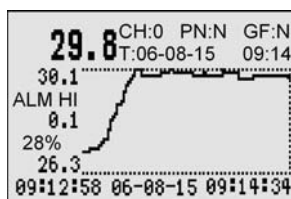

图 5.34
3.3.2.2 最大值：如图 5.34。该方式以测量值的最大值为关注重点，曲线靠上部显示；